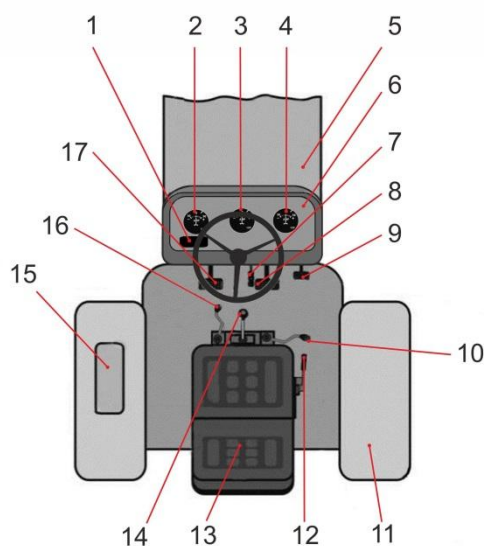

Рисунок 3.1. Схема расположения органов управления мини-трактора Fermer FT-15DEK
Для обеспечения устойчивости и повышенной проходимости в данном тракторе левая и правая полуоси жестко связаны с коробкой передач без использования межколесного дифференциала. Для осуществления маневрирования на тракторе необходимо разблокировать (отключить) правую полуось. Разблокировка (отключение) правой полуоси ЗВМ осуществляется с помощью рычага, расположенного справа-внизу перед водительским сиденьем (см. рис. 3.1. и 3.10.). При этом левая полуось остается ведущей, правая – находится в свободном вращении. Разблокировка (отключение) правой полуоси ЗВМ осуществляется путем поднятия рычага разблокировки снизу вверх. При отпускании рычага правая полуось подключается автоматически, после этого можно продолжать прямолинейное движение.
- 4) Переключить рычаг управления механизмом БД (см. рис. 3.1.), которая находится справа под сиденьем водителя;